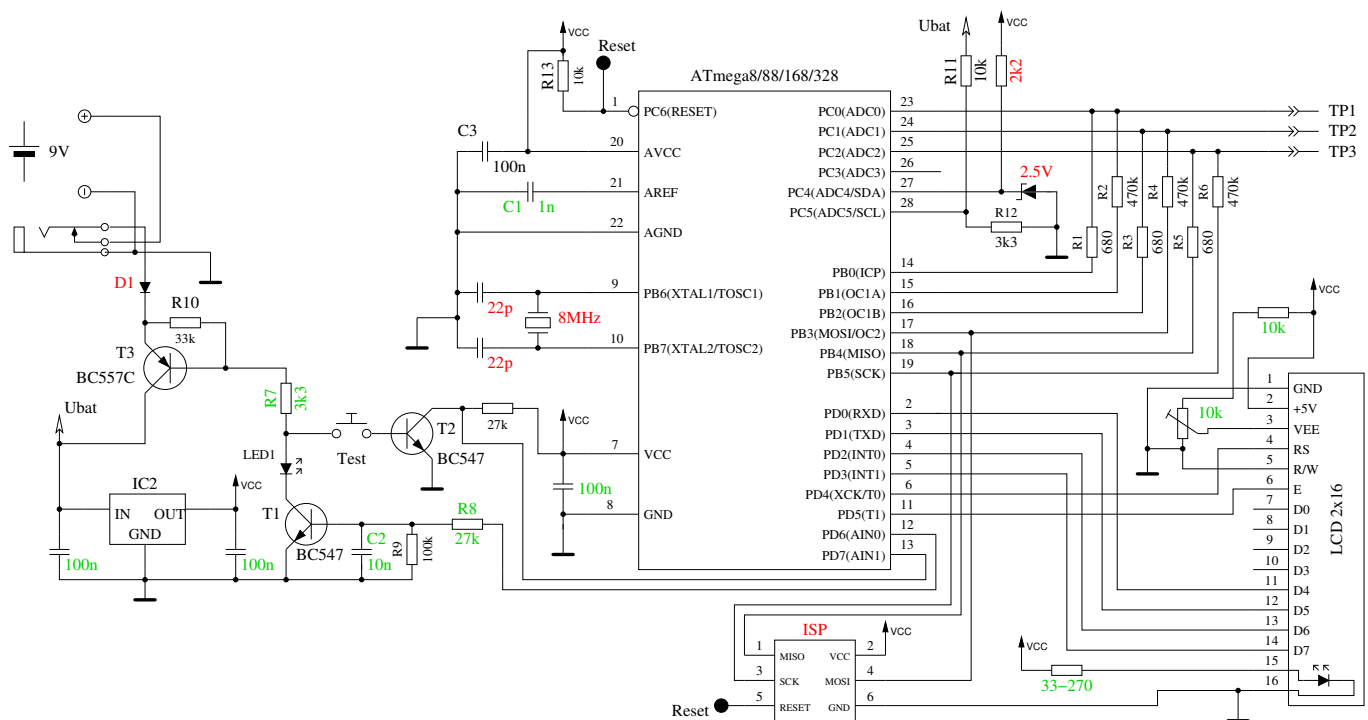

Abbildung 2.1: Neue TransistorTester-Schaltung
Die Schaltung des TransistorTesters in Abbildung 2.1 basiert auf der Schaltung von Markus F., die er in Abb. 1 des AVR-Transistortester Reports [1] veröffentlicht hat. Geänderte oder verschobene Bauteile sind mit grüner Farbe markiert, optionale Teile sind mit roter Farbe gekennzeichnet. Einige Änderungen wurden gemacht, weil die Strom-Abschaltung in einigen Nachbauten Probleme bereitet hatte. Deshalb ist der Widerstand R7 auf $3.3k\Omega$ reduziert. Der Kondensator C2 ist auf 10nF verkleinert und der Widerstand R8 ist verschoben, so daß der Ausgang PD6 nicht versucht den C2 Kondensator direkt zu laden. Zusätzliche Abblock-Kondensatoren wurden hinzugefügt und sollten nahe den Versorgungs-Anschlüssen des ATmega und nahe bei dem Spannungsregler platziert werden. Weil der PD7 Eingang und der PC6 (RESET) Anschluß die einzigen Anschlüsse sind, wo „pull-up“ Widerstände gebraucht werden, wurde ein zusätzlicher $27k\Omega$ Widerstand an dem PD7 (Pin 13) Anschluß vorgesehen. Mit dieser Änderung können die internen „pull-up“ Widerstände des ATmega abgeschaltet werden. Ein Quarz mit seinen 22pF Kondensatoren wurde zusätzlich vorgesehen. Ein Quarz hat Vorteile für die Kapazitätsmessung wegen der genaueren Zeitmessung. Die neue Software kann den Bereich für den ADC umschalten. Die Umschalt-Geschwindigkeit wird durch den externen Kondensator C1 am AREF (21) Pin des ATmega reduziert. Um die Messung nicht langsamer als notwendig machen zu müssen, sollte der Kondensator auf 1nF reduziert werden. Ein Entfernen des Kondensators ist ebenfalls möglich. Zum Anpassen der Software an die jeweilige Schaltung schauen Sie bitte in dem Konfigurations-Kapitel 4 nach. Einige unterschiedliche Versionen von R11 / R12 Kombinationen zirkulieren im Internet. Ich habe die Software an den Original-Entwurf von Markus F. [1] mit $10k\Omega$ und $3.3k\Omega$ angepaßt. Die zusätzliche 2,5V Präzisions-Spannungsreferenz, die an Pin PC4 (ADC4) angeschlossen ist, wird für die Überprüfung und Kalibration der VCC Versorgungsspannung benutzt, ist aber nicht erforderlich. Ein zusätzlicher ISP-Anschluß wurde hinzugefügt um leichter neue Software-Versionen laden zu können.